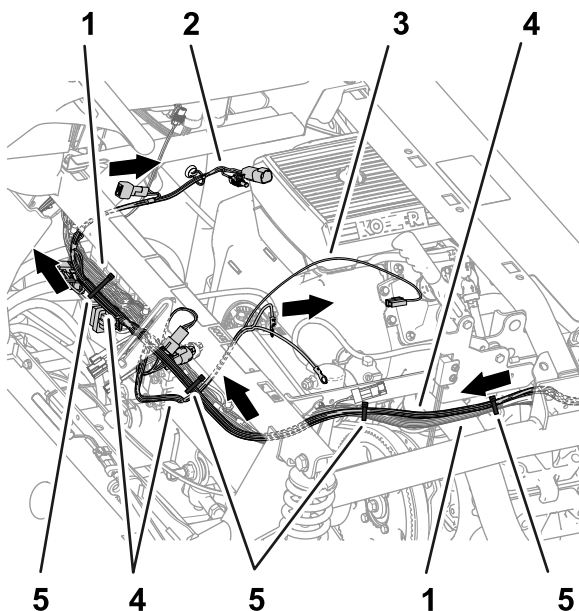

Bild 84
5. Verlegen Sie den Kabelbaumzweig (84 cm), Kabelbaumzweig (60 cm) und Kabelbaumzweig (66 cm) des Kitkabelbaums über dem Stützrohr des Stoßdämpfers, wie in **Bild 84** abgebildet.
6. Befestigen Sie den Kitkabelbaum am Maschinenkabelbaum, wie in Bild 82, Bild 83 und Bild 84 abgebildet.